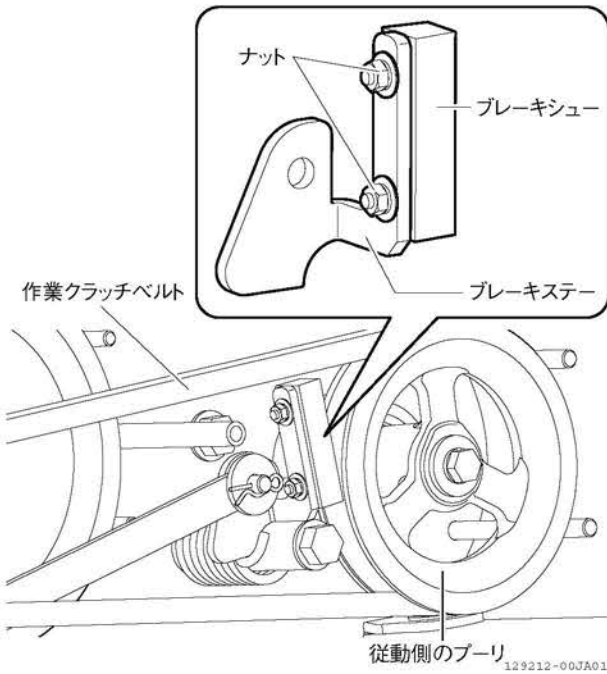

図 4-50
2. 従動側のプーリから作業クラッチベルトを外します。(図 4-50)
3. 従動側のプーリを外します。(図 4-50)
4. ブレーキスターのナット (2カ所) を外し、ブレーキシューを交換します。(図 4-50)